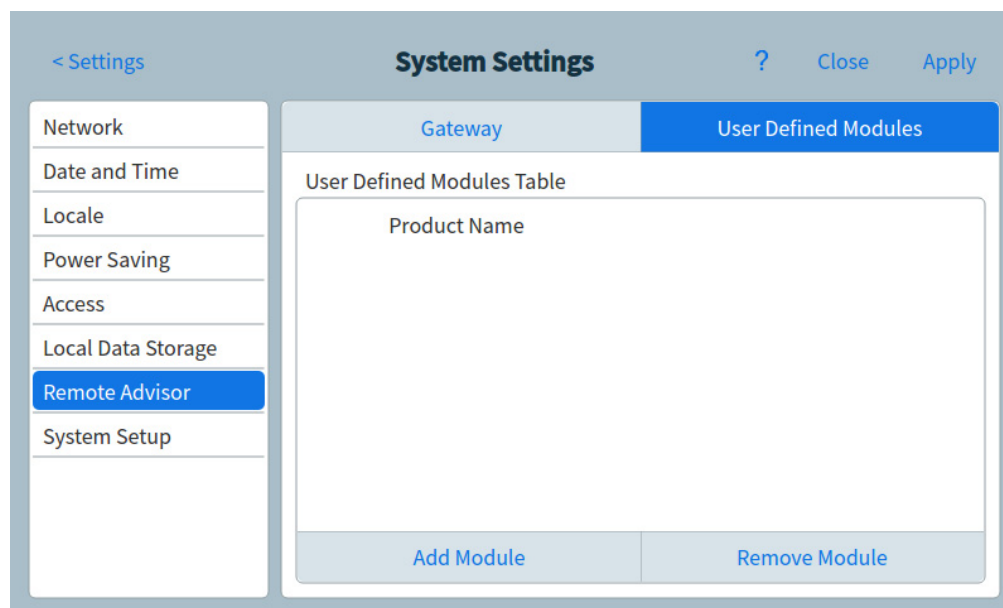

Figura 46 Pagina avviso remoto - scheda moduli definiti dall'utente
- a Premere la scheda **User Defined Modules**. Si apre la pagina **User Defined Modules**. Vedere Figura 46.